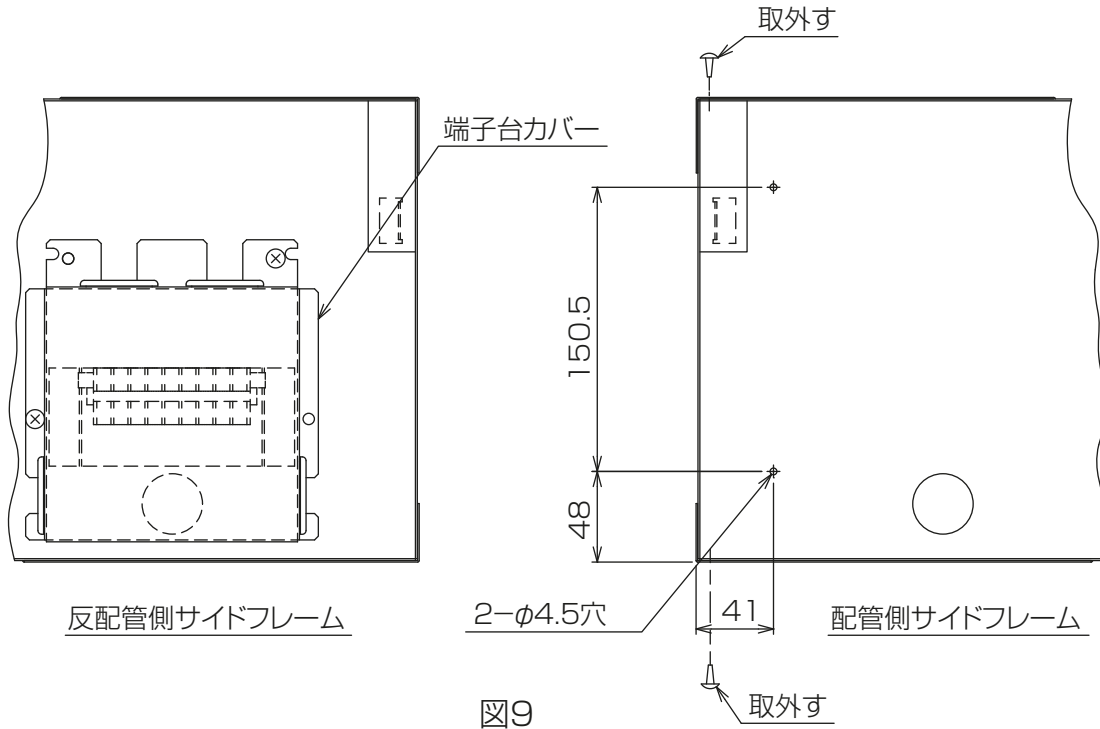

図9
- (1) 反配管側サイドフレームの端子台カバーを取外してください。[図9] (端子台カバーは取付作業終了後に元通り取付けますので、無くさないようにしてください。)
- (2) 配管側サイドフレームの図9の位置にφ4.5穴が開いているか確認してください。開いていない場合はφ4.5穴を追加してください。また、図9の位置にある取付ネジ2本を取外してください。